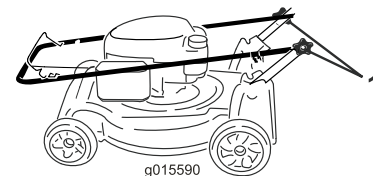

Рисунок 35
1. Ослабьте круглые рукоятки настолько, чтобы можно было свободно двигать верхнюю рукоятку (Рисунок 35).
2. Продвиньте рукоятку вперед, как показано на Рисунок 35.